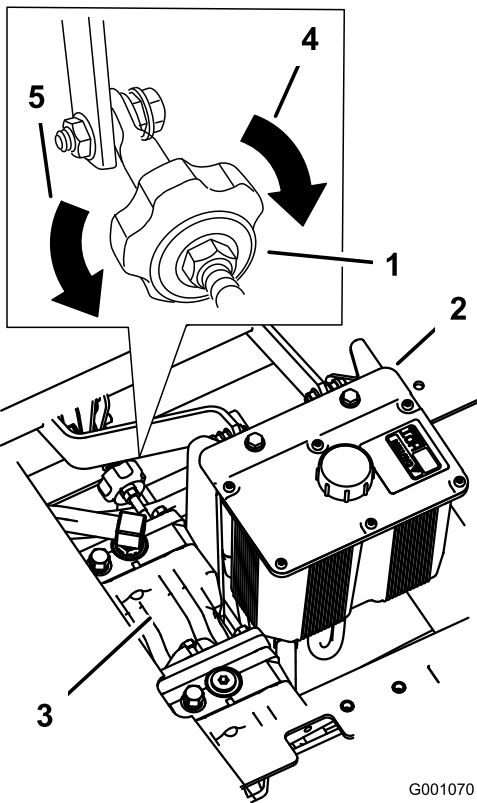

Figura 71
4. Para que la máquina vaya a la derecha, gire el pomo hacia el lado derecho de la máquina; consulte Figura 71.
5. Para que la máquina vaya a la izquierda, gire el pomo hacia el lado izquierdo de la máquina; consulte Figura 71.